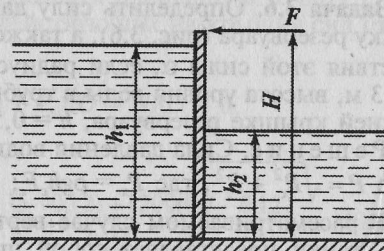

Рис. 3.8
**Задача 3.8.** Определить силу  $F$ , необходимую для удержания вертикального панно (стенки) шириной  $b = 4$  м и высотой  $H = 5,5$  м (рис. 3.8) при глубине воды слева  $h_1 = 5$  м, справа  $h_2 = 2$  м;  $\rho = 1000$  кг/м3;  $g \sim 10$  м/с2.